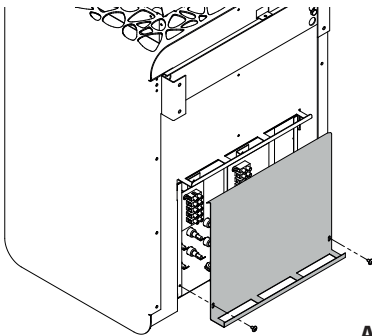

Abb. 5
- Rückseitigen Deckel des Anschlusskastens öffnen - 2 Schrauben lösen (Abb. 5).